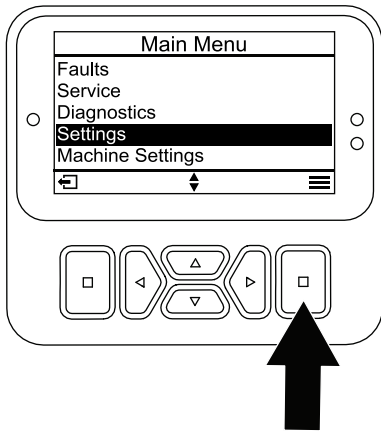

Figura 23
1. En el menú PRINCIPAL, vaya al menú SETTINGS (Ajustes) y pulse el botón de selección (Figura 23).